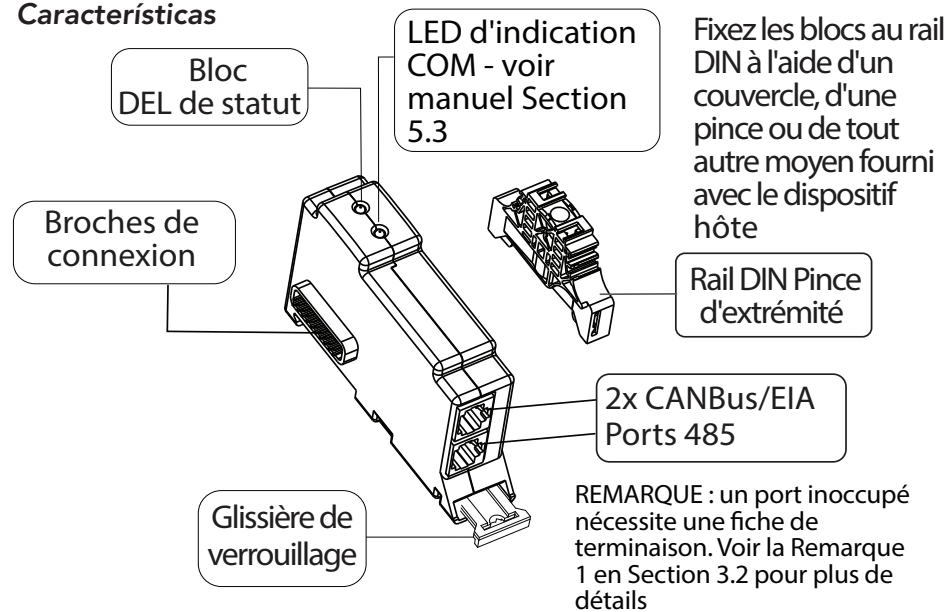
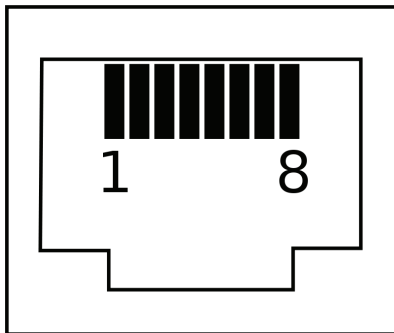

Figura 2-1. Características del ReadyBMS
Figura 3-2. Extremo del conector RJ-45 - Perfil del conductor
Para las baterías habilitadas para CANBus, utilice un cable de conexión directa RJ-45 de 8 conductores (proporcionado) y conecte un extremo a uno de los puertos RJ-45 del Bloque BMS - consulte la Figura 2-1. Conecte el otro extremo a un puerto CANBus de la batería-BMS. Todas las baterías admitidas se ajustan a la configuración de pines CAN; para obtener más detalles, consulte la Tabla 3-1 y la Figura 3-2 en la Sección 3.3.
**NOTA 1:** Si el Bloque BMS se utiliza con el único controlador del sistema, o se encuentra al final de una Red CANBus, el puerto CANBus-RJ-45 del Bloque BMS que no esté conectado a la batería-BMS requerirá la instalación de un conector de terminación (resistencia de terminación de 120 Ohm instalada a través de los cables CANL y CANH). Se incluye un conector de terminación de comunicaciones del Bloque BMS - consulte la Figura 2-1 en la Sección 2.4 Características. Para cualquier requisito de terminación del CANBus del lado de la batería-BMS, consulte la documentación del fabricante de su BMS-batería de terceros.
Todas las baterías *actualmente* admitidas se ajustan a la configuración de pines CAN. Para obtener una lista actualizada de los productos para el almacenamiento de baterías admitidos por el ReadyBMS, visite [www.morningstarcorp.com](http://www.morningstarcorp.com). Las baterías habilitadas para CANBus requerirán un conjunto de cables con la configuración que se muestra en la Tabla 3-1 y la Figura 3-2 que aparecen más adelante. Algunos sistemas de batería-BMS pueden requerir un conjunto de cables modificado, disponible por separado.
Consulte la Figura 2-1 en la Sección 2.4 Características, y la Tabla 5-1 que aparece más adelante.